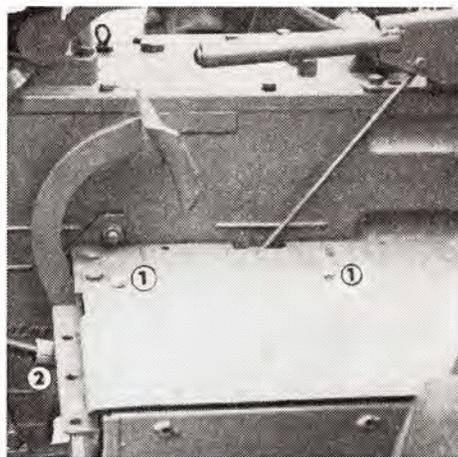

Abb. 54
2. Der Batteriedeckel (Abb. 54/1) ist abzunehmen und die + Polklemmen (Abb. 54/2) an beiden Batterien sind zu lösen.